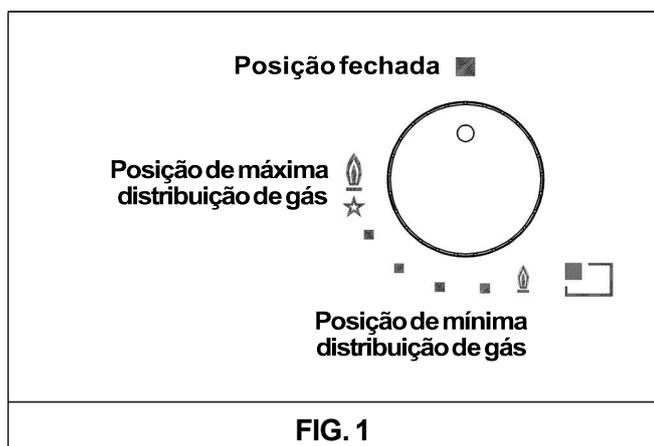

FIG. 1
Prima e gire o botão correspondente ao queimador a utilizar para a esquerda até à posição de Máximo (chama grande fig. 1) e aproxime um fósforo aceso perto do queimador.
Prima e gire o botão correspondente ao queimador a utilizar para a esquerda levando-o até à posição de Máximo (chama grande fig. 1) e prima o botão a fundo.
No caso de queimadores equipados com termopar de segurança, deve-se girar o botão correspondente ao queimador a utilizar para a esquerda até à posição de Máximo (chama grande fig. 1) e até se aperceber uma ligeira paragem; nesta altura prima o botão e repita as operações indicadas anteriormente.
- Quando entre em ebulição, colocar o botão no Mínimo (chama pequena fig. 1).
- **o acendimento dos queimadores com termopar de segurança só pode ser feito quando o botão estiver na posição de Máximo (chama grande fig. 1).**